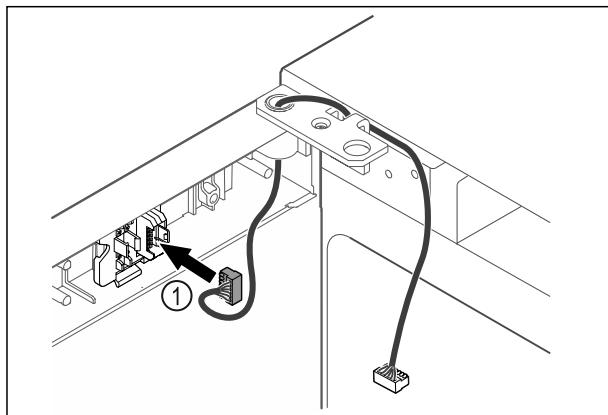

Fig. 49
- Ikiškite kištuką Fig. 49 (1) į kištuko laikiklį.